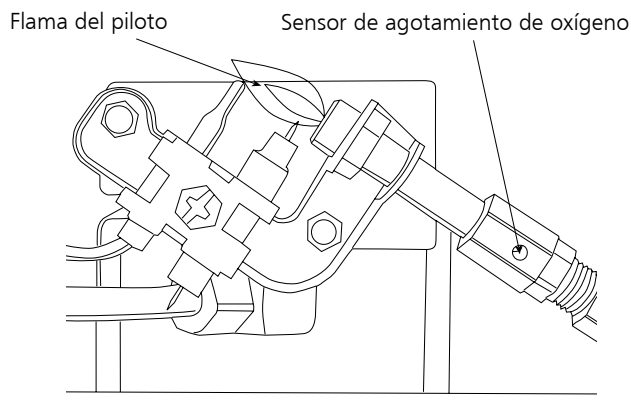

Figura 2
- Gire el regulador externo para la instalación de tanque fácil. Tornillo 1 libra. cilindro de suministro de gas de LP disponible dextrórum (de fondo) en calentador portátil hasta de mano apretado. No use el sellador de hilo en esta unión. ; ver la Figura 2.
- Ligeramente deprima y gire el Botón de Control en contrario para "PILOTAR" la posición, totalmente deprimir para encender a piloto y asimiento durante 30-60 segundos. Repita hasta pilotos. Ver la Figura 2.
La figura 2: Ate el depósito de combustible
Siempre mantenga el área del calentador despejada y libre de materiales combustibles, gasolina y otros líquidos y vapores inflamables. Mantenga las áreas de ventilación (las ranuras en la parte inferior y superior en el frente del calentador) despejadas todo el tiempo. Inspeccione visualmente la flama del piloto y el quemador periódicamente durante su uso. La flama del piloto debe ser de color azul (no amarilla) y debe extenderse más allá de la termocupla. La flama rodeará la termocupla justo debajo de la punta. Ver Figura 2, arriba. Una flama levemente amarilla puede ocurrir cuando la flama del piloto y la del quemador principal se encuentran. El quemador debería ser anaranjado brillante (con un leve color azul alrededor del borde y una bruma roja-anaranjada que es visible en el azulejo de cerámica es aceptable) y sin una flama muy notable. Una flama azul que sobresale de la parte superior del azulejo de cerámica indica una acumulación de polvo, pelusas o telarañas dentro del ensamble de la carcasa y del quemador principal. Si el piloto es amarillo o el quemador tiene una flama notable, es posible que sea necesaria una limpieza. Utilice los siguientes procedimientos para inspeccionar el ensamble de la carcasa y del quemador principal. Es necesario revisar periódicamente el orificio del quemador y el tubo venturi del quemador para asegurarse de que están libres de insectos, nidos o telarañas que pueden acumularse con el tiempo. Un tubo obstruido puede generar un incendio.
- 3 Quite (4) cuatro tornillos que aseguran la tapa trasera al Calentador.
- 5 Quite (4) cuatro quemador que retiene tornillos y línea de combustible de la asamblea de quemador. Quite la asamblea de quemador de la espalda del alojamiento.
- 8 Inspeccione y limpie el piloto (montado en el soporte) con una aspiradora o con aire a presión a través de los orificios en el piloto los cuales se indican con flechas en la Figura 2.